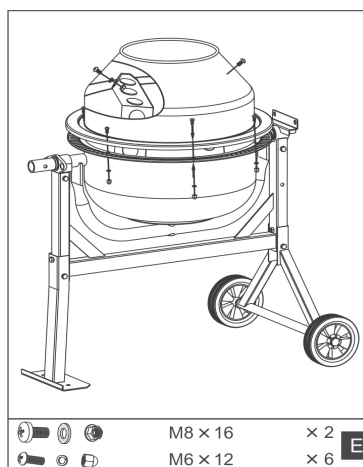

Fig.9
6. Plaats de afdichtring op het onderste deel van de trommel. Plaats vervolgens de bovenste drumeenheid op de onderste . De pijlen op de drumeenheden geven de juiste positionering van de helften aan en MOETEN naar elkaar wijzen. De montageopening van de mengmessen in de trommel moet MOET in een verticale lijn staan. Zo niet, dan kunnen de messen niet worden gemonteerd. Schroef de twee eenheden aan elkaar met zes M6 x12 bouten, sluitringen en moeren. Schroef vervolgens de mengmessen aan de bovenkant van de trommel en gebruik voor elk type M8x16 en een leren sluitring. Draai alle schroeven (E) vast, Fig. 9.